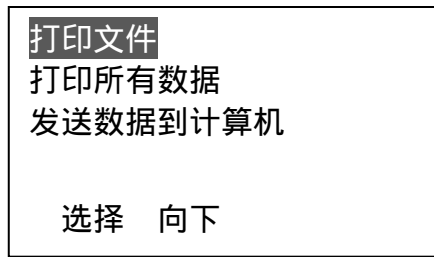

图 40
- i. 用 或 键将光标移至**打印文件**，如下图 40，